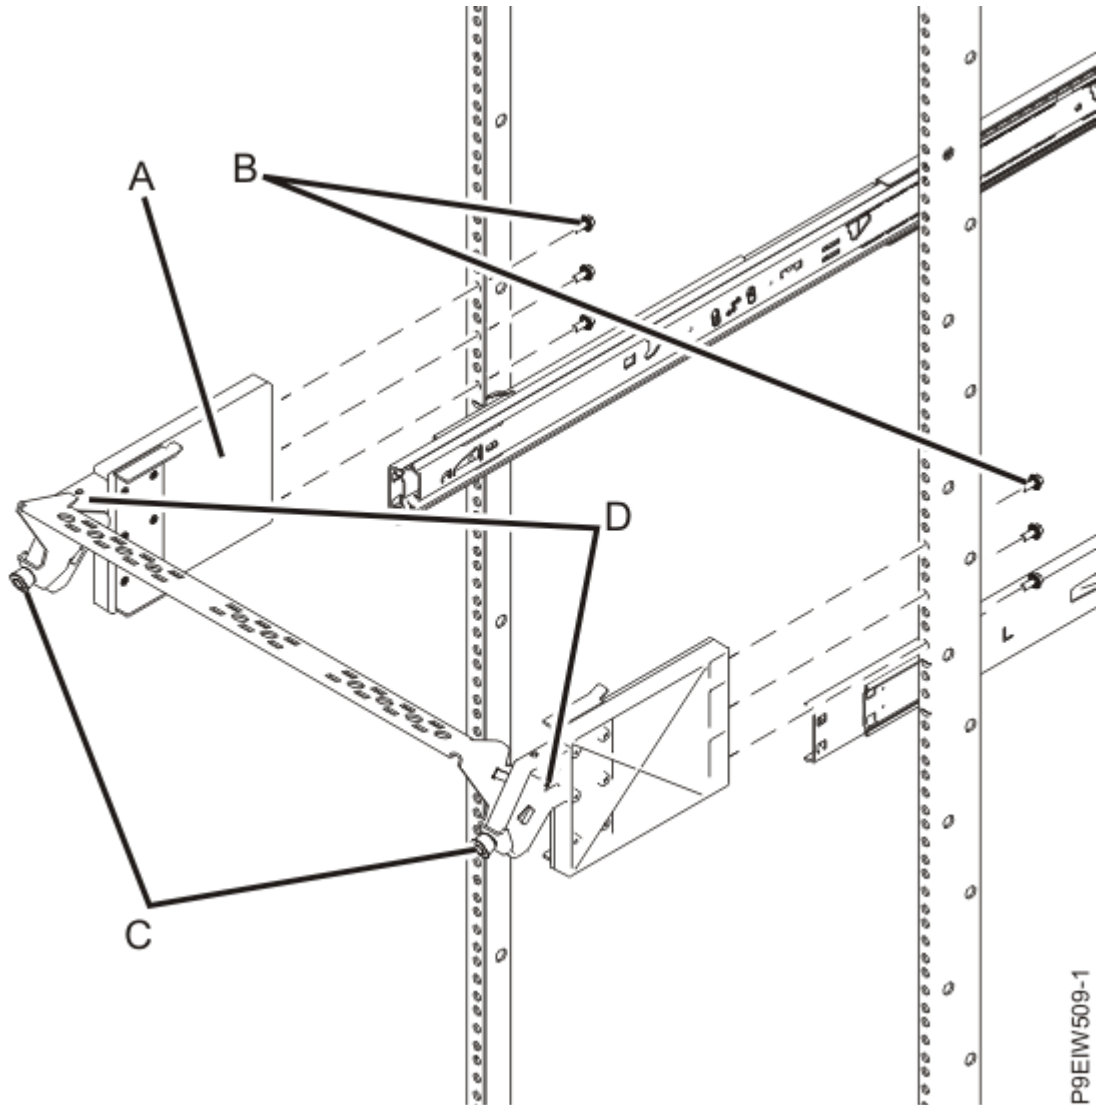

Abbildung 5. Kabelführungshalterung am Rack anbringen
3. Montieren Sie die Kabelführungshalterung, indem Sie die Kabelführungsschiene mit zwei M3-Schrauben (**D**) an den Kabelführungshalterungen anbringen (siehe Abbildung 5 auf Seite 8).
- b. Installieren Sie von der Innenseite des Racks drei Schrauben (**B**) durch die Rackflansche in der Kabelführungshalterung (**A**) (siehe Abbildung 5 auf Seite 8).
5. Passen Sie die Kabelführungshalterung anforderungsgemäß an, indem Sie an den Rändelschrauben (C) ziehen und die Halterung neigen (siehe Abbildung 5 auf Seite 8).